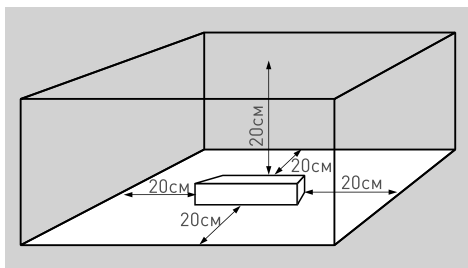

Рис. 3
- 4.2. Для естественной вентиляции обеспечьте свободное пространство вокруг источника питания, см. рисунок 3.